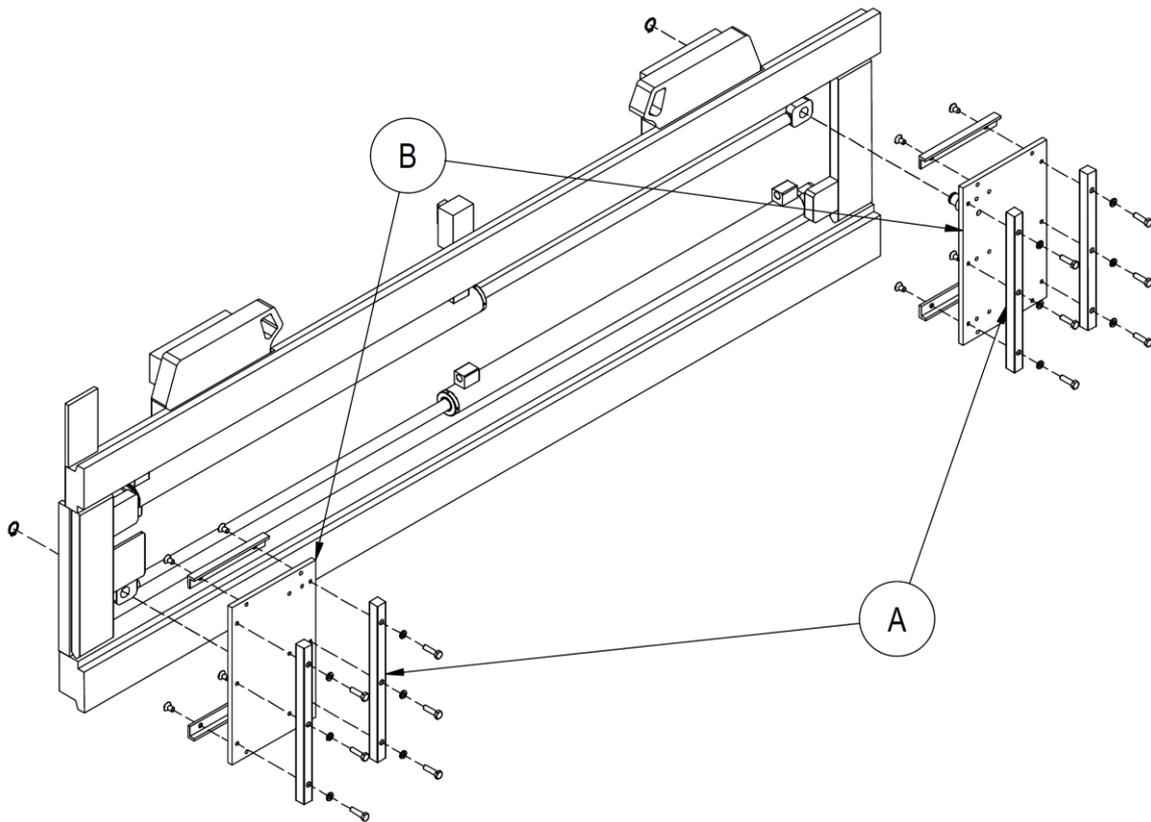

Abbildung 18
2. Entfernen Sie die Gabelarretierungen **A** und dann die Adapterplatten **B** gemäß *Abbildung 18*.